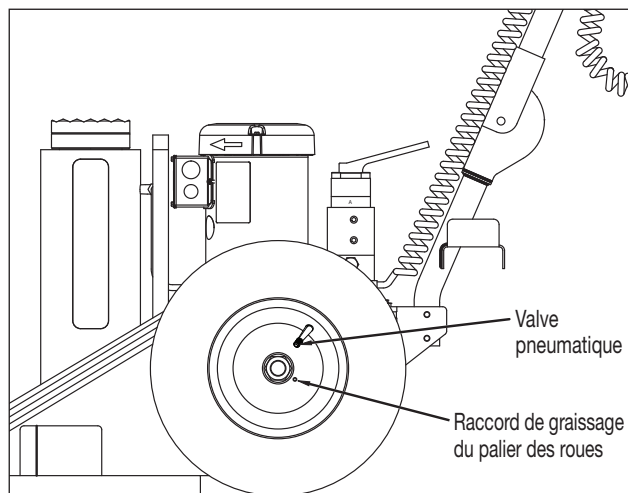

Figure 8, entretien des roues et pneus
6.4 Roues et pneus (reportez-vous à la figure 8)